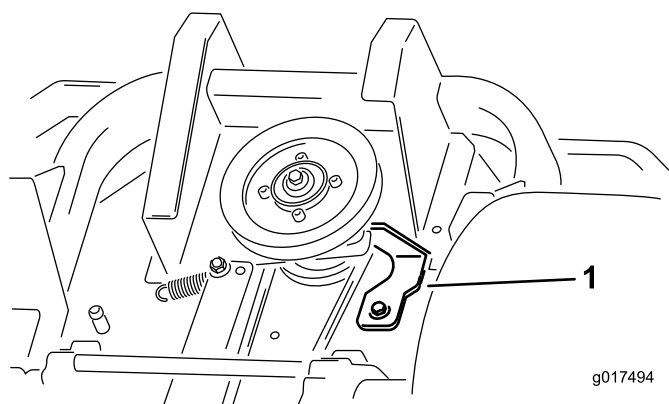

Figura 58
5. Retire el tope del embrague ilustrado en Figura 58.
9. Instale el tope del embrague ilustrado en Figura 58.